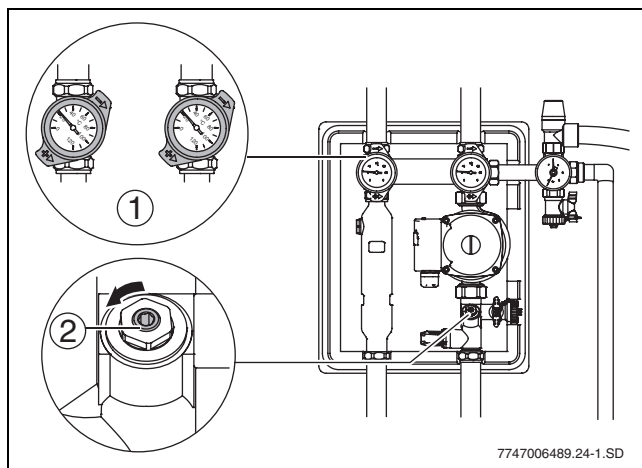

Рис. 26 Открытые запорные устройства
- Установите шаровые краны (→ рис. 26, (1)) на термометрах на 45° и откройте ограничитель потока (→ рис. 26, (2)) и другие запорные устройства.